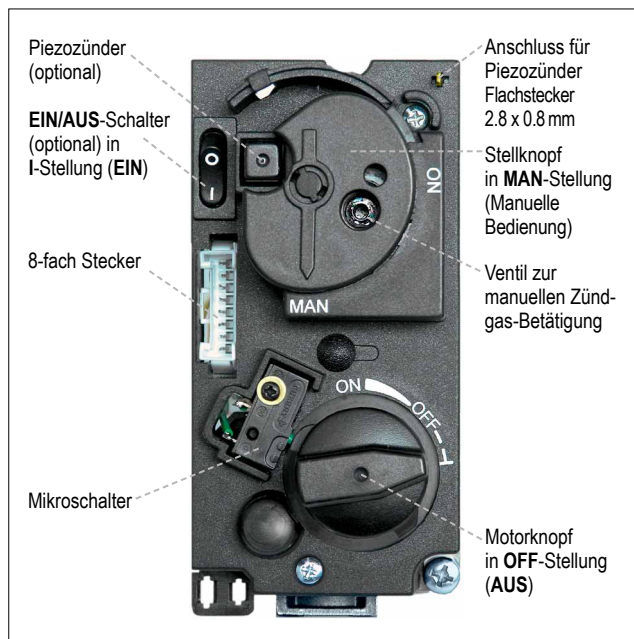

Abb. 22: GV60 Haube
- Warten Sie fünf (5) Minuten, bis sich alle Gasreste verflüchtigt haben. Vergewissern Sie sich, dass sich kein Gas mehr im Bereich des Gerätes (auch am Boden) befindet. Sollten Sie Gas feststellen: **STOP!** Folgen Sie den Anweisungen unter „WAS TUN BEI GASGERUCH“ in den Sicherheitshinweisen (Seite 3). Ist kein Gas vorhanden, fahren Sie mit Punkt 6 fort.
- Drücken Sie das manuelle Zündventil vollständig nach unten und verbleiben Sie in der Position, damit das Zündgas strömt (siehe Abb. 22, Seite 9).
Ändern Sie die Zündkabelverbindung vom Empfänger zum Ventil (siehe Abb. 22, Anschluss für Piezozünder). Betätigen Sie den Piezozünder um zu zünden. Wenn die Flamme nicht gezündet bleibt, warten Sie fünf (5) Minuten und wiederholen den Vorgang.